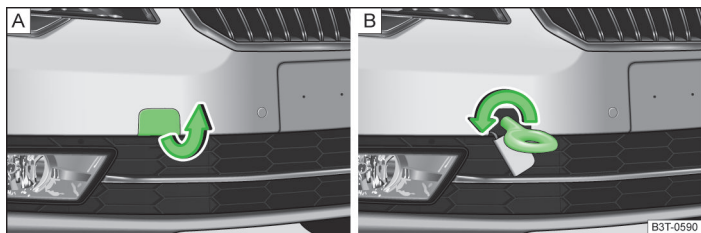

Fig. 190 Bara de protecție față: Demontarea capacului / Montarea cârligului de tractare
» Detașați capacul din bara de protecție față » fig. 190 - A.
- » Înșurubați cârligul de tractare spre stânga până la refuz » fig. 190 - B și strângeți-l cât mai ferm posibil. Pentru strângere cârligului, vă recomandăm să folosiți de exemplu cheia de roți, cârligul de ancorare al unui alt autovehicul sau un alt obiect asemănător, pe care să îl puteți introduce prin cârlig.